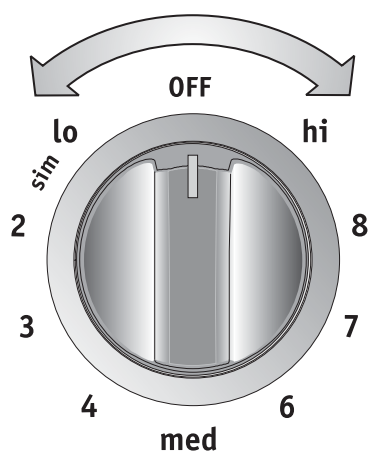

Figure 3 - Le bouton montré ici est pour référence seulement.
2. Enfoncez et tournez le bouton de commande vers la gauche ou la droite selon le réglage désiré (Figure 3). Débutez la plupart des cuissons à la position la plus élevée et ensuite continuez la cuisson en réglant le bouton à une position plus faible. Chacun des éléments de cuisson produit une chaleur constante. Si un halo rouge débordé de l'ustensile de cuisson ceci indique que le diamètre de ce dernier est **trop petit** pour l'élément utilisé.